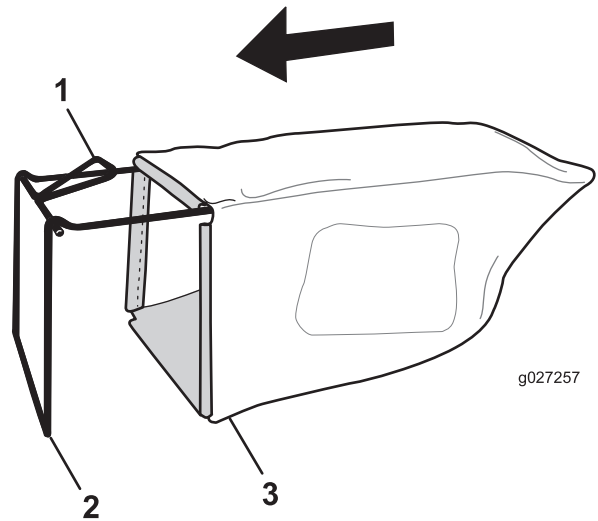

Bild 7
1. Schieben Sie den Fangkorb auf den Rahmen, wie in **Bild 7** abgebildet.
Hinweis: Schieben Sie den Grasfangkorb nicht über den Holm (**Bild 7**).